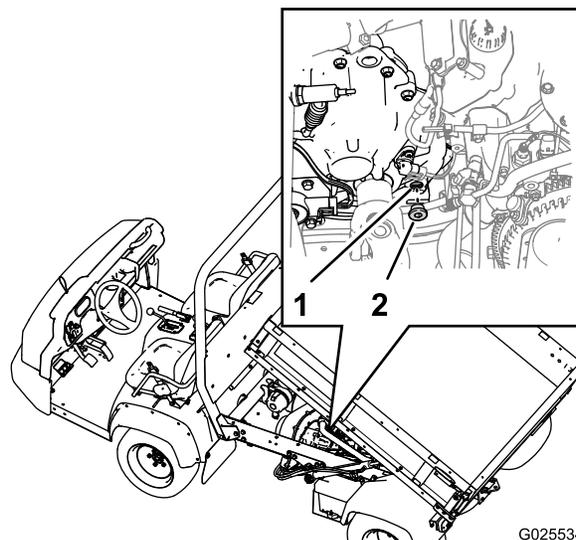

Figura 67
1. Posizionate il tappo di riempimento nell'area interna inferiore dietro la trasmissione (Figura 67).
3. Ruotate il tappo in senso antiorario e rimuovetelo dal foro di riempimento nella trasmissione (Figura 67).
4. Se il livello del fluido della trasmissione è basso, aggiungete il relativo fluido del tipo specificato nella trasmissione attraverso il foro di riempimento, in modo che il livello del fluido sia a filo con la base della filettatura nel foro (Figura 67).
6. Installate il tappo di riempimento nella trasmissione e serrate manualmente (Figura 67).